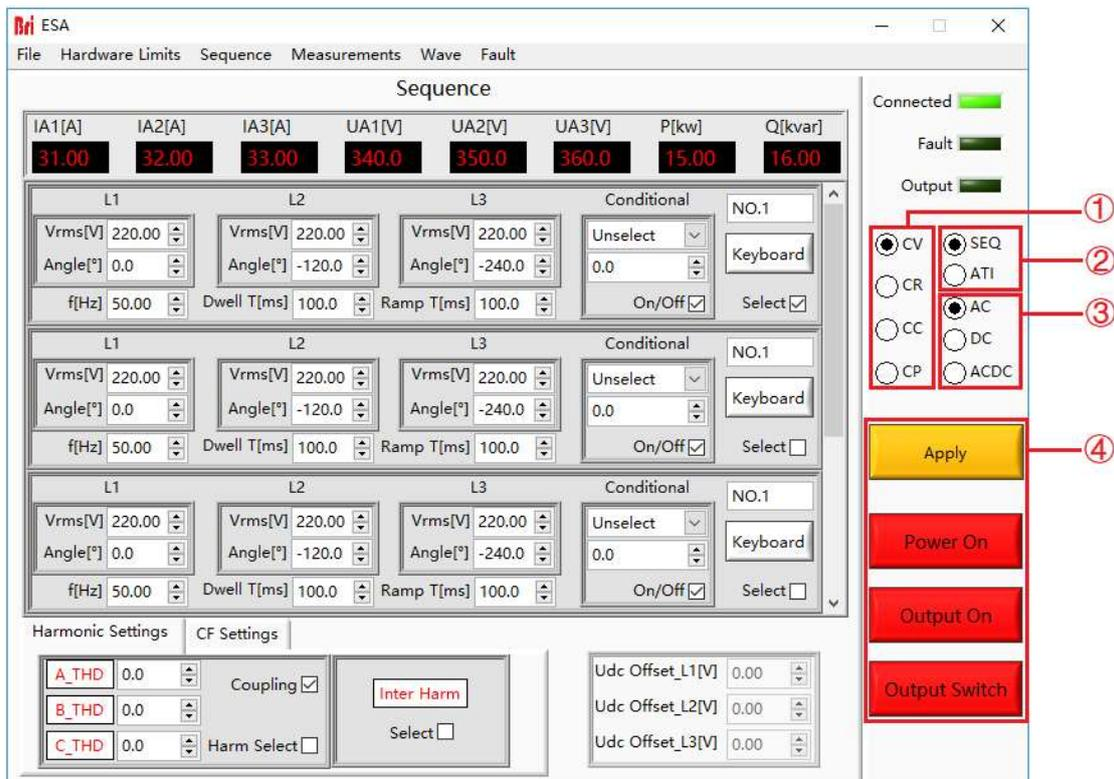

图 5-2 模式及输入/出控件
在序列模式界面右侧，用户可以根据测试需求自行选择电源的运行模式、参数输入模式、输出模式（如图 5-2①②③）。